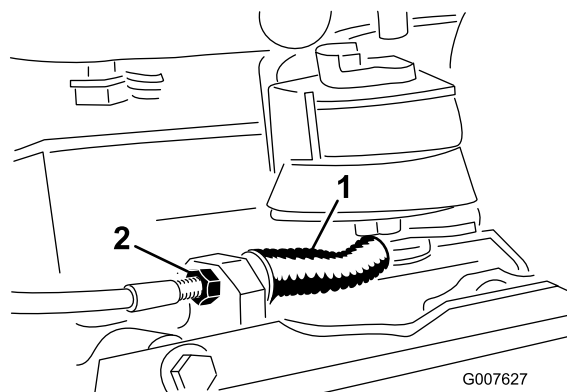

Рисунок 34
- Для уменьшения натяжения тросика отпускайте переднюю зажимную гайку тросика и затягивайте заднюю гайку (Рисунок 34). Повторите этапы 1 и 2 и при необходимости повторите регулировку.
- Для увеличения натяжения тросика затягивайте переднюю зажимную гайку тросика и отпускайте заднюю гайку (Рисунок 34). Повторите этапы 1 и 2 и при необходимости повторите регулировку.